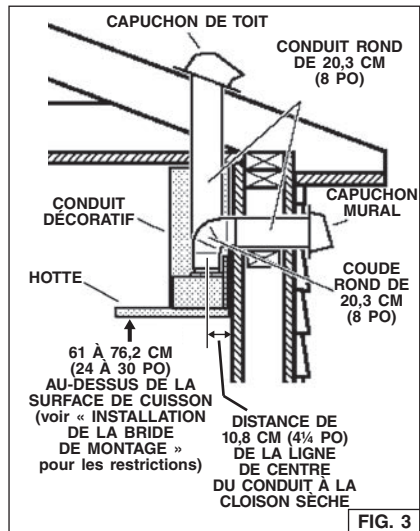

FIG. 3
1. Décidez de l'emplacement des conduits entre la hotte et l'extérieur. Fig. 3.